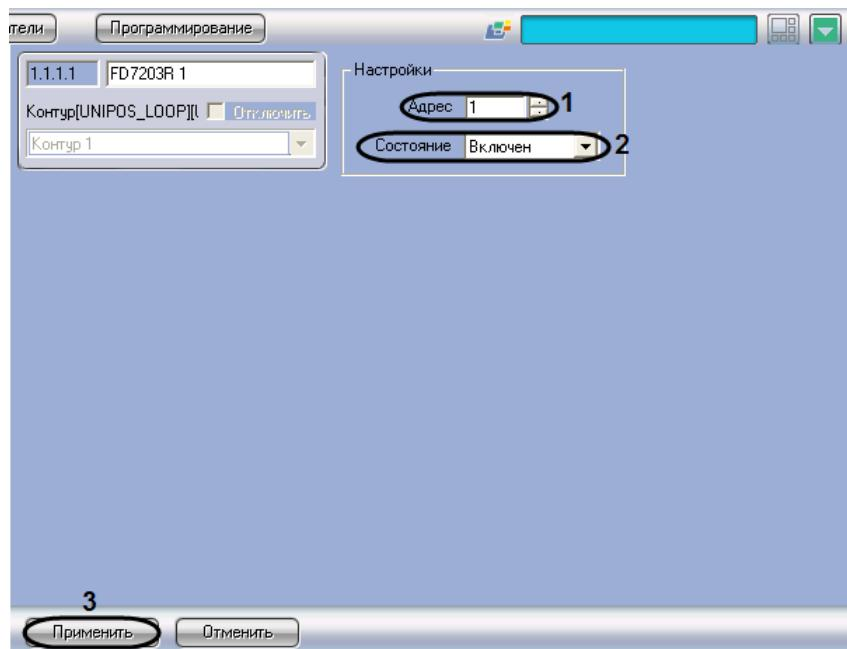

Рис. 3.6-11 Задание параметров адресного модуля FD7203R
1. Перейти на панель настройки объекта **FD7203R** (Рис. 3.6-11).
2. В поле **Адрес** ввести с помощью кнопок **вверх-вниз** адрес модуля *FD7203R* в CAN-сети *ОПС Unipos* (см. Рис. 3.6-11, 1).
3. Из раскрывающегося списка **Состояние** выбрать состояние (**включен/выключен**) модуля *FD7203R* (см. Рис. 3.6-11, 2).
4. Для сохранения настроек во внутренней базе данных ПК *Интеллект* нажать кнопку **Применить** (см. Рис. 3.6-11, 3).